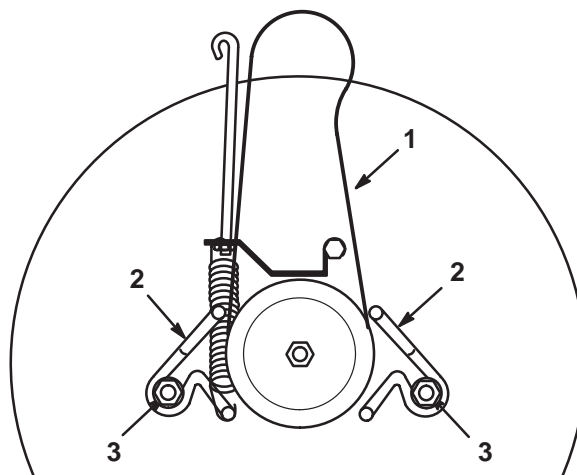

Figure 41
2. Desserrez les boulons de montage des guide-courroie et écarter ceux-ci de la poulie (Fig. 41).
1. Installez la nouvelle courroie d'entraînement autour de la poulie et dans les guide-courroie (Fig. 41).
2. Réglez les guide-courroie pour qu'ils se trouvent à 3 mm de la poulie. Serrez les boulons de montage (Fig. 41).